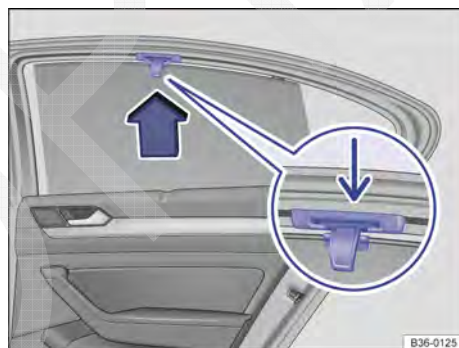

Fig. 129 No vidro traseiro direito: cortina de proteção solar.
- Puxar a cortina de proteção solar pela alça frontal → Fig. 129 (lupa) no sentido da seta, totalmente para cima.
- Prender a barra retentora com ambos os olhais nos respectivos suportes → Fig. 129 (seta pequena). Verificar se a cortina de proteção solar estendida está encaixada seguramente em no suporte.